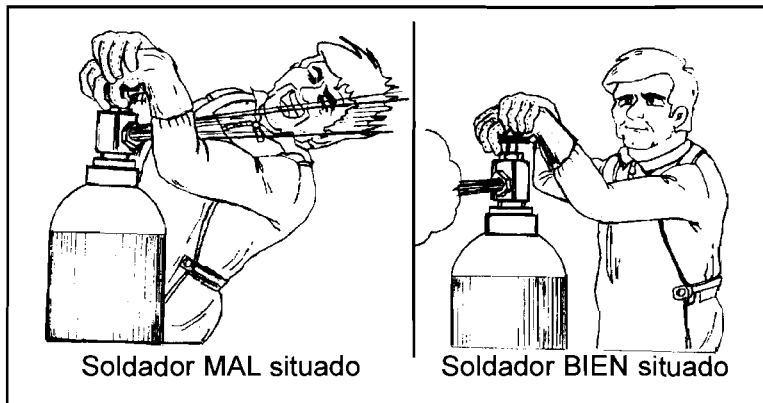

FIGURA 7.6: SITUACIÓN PARA EL PURGADO DE BOTELLAS
- Antes de conectar el manorreductor se deberá purgar la botella (figura 7.6), de esta forma se eliminarán todas las partículas que, en forma de polvo, están alojadas en su grifo, si no se eliminaran estas partículas pasarían al manorreductor y originarían la avería del mismo.